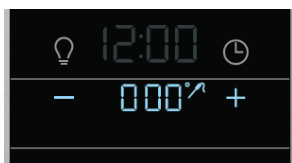

Figure 18 : Sonde insérée et prête pour le réglage de la température
3. Lorsque la sonde est insérée, un signal sonore retentit et l'icône de la sonde apparaît (Voir Figure 18). Fermez la porte du four.